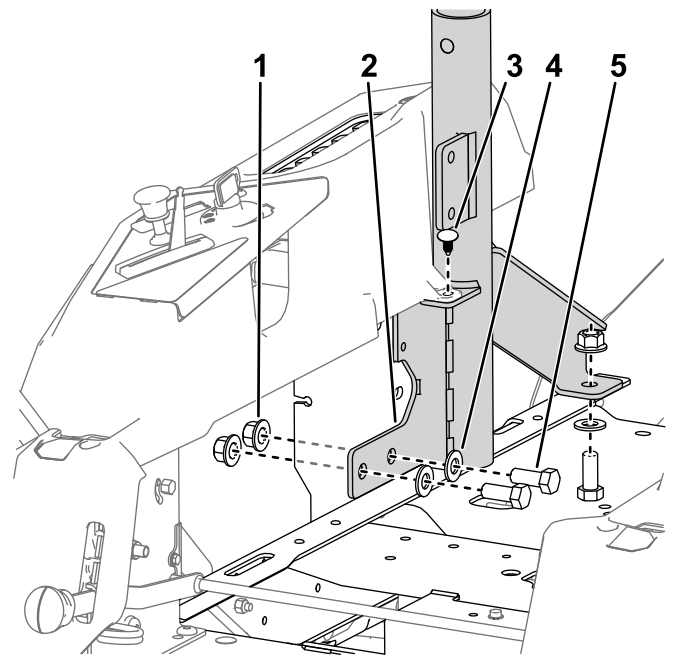

Figura 4
3. Sujete las pestañas del carenado al soporte del ROPS con grapas estrechas (Figura 4).